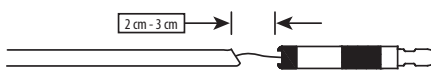

Figura 7
- Separe cuidadosamente as extremidades proximal e distal do introdutor aberto. Em seguida, sob fluoroscopia, puxe a porção proximal do introdutor do implante cerca de 2–3 cm para confirmar o destacamento do implante de acordo com as instruções de utilização (Figura 7).